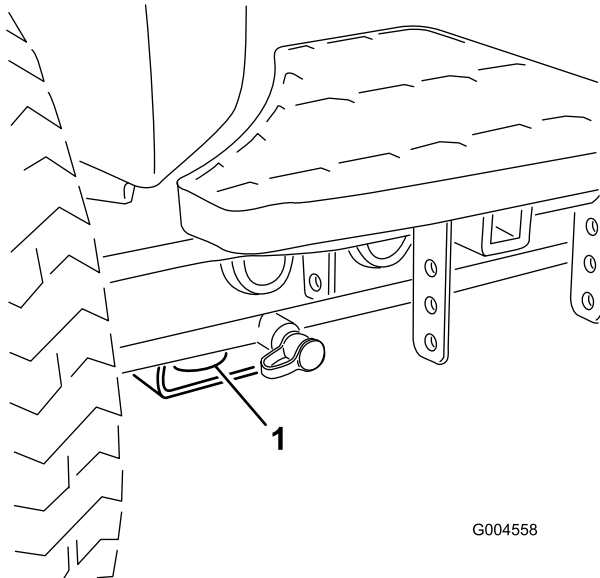

Bild 43
- Vorne: Loch im Rechteck unter dem Achsenrohr in jedem Vorderreifen (**Bild 43**).